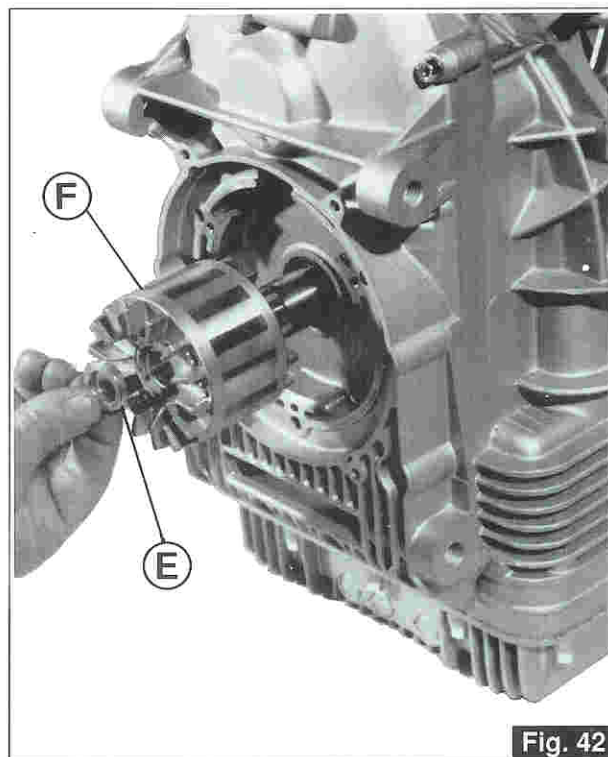

Fig. 42
- Togliere la rondella «E» ed estrarre il rotore «F» (Fig. 42).
- Remove washer «E» and extract rotor «F» (Fig. 42).